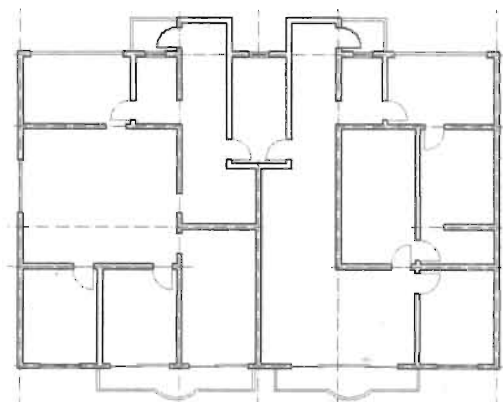

图 5-172
(9) 将前面绘制的阳台复制到右侧相应的位置，结果如图 5-172 所示。